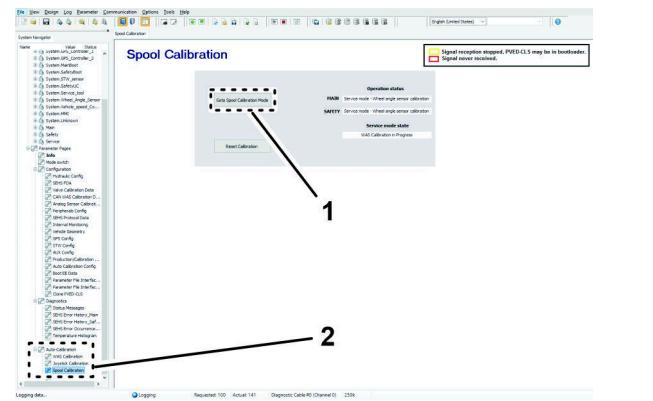

Figura 152
- En el ordenador portátil, haga clic en el ícono CALIBRACIÓN DEL CARRETE (Figura 152).
- En la página de calibración del carrete, haga clic en el ícono IR A MODO DE CALIBRACIÓN DEL CARRETE (Figura 152).